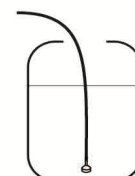

Abb. 9
- 2- Führen Sie das mitgelieferte Rohr in den Behälter für Klarspülmittel und Reinigungsmittel ein (falls vorhanden). (Abb. 9)